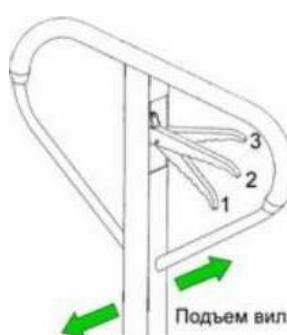

Рисунок 5. Органы управления.
- Для подъема вил переведите рычаг на рукоятке (1) в положение подъема (рисунок 5). Движением рукоятки (1) или педали (2) сверху вниз происходит поднятие вил.
- Для опускания вил переведите рычаг на рукоятке (1) в положение опускания или нажмите на педаль (3) (рисунок 5).